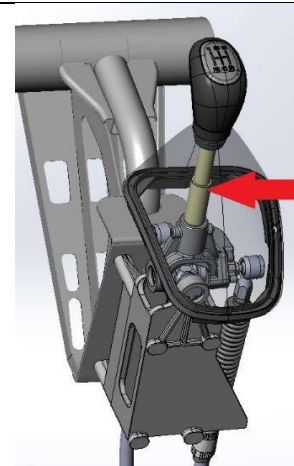

Рис. 16
1.4.6 Предварительно установить рычаг ПП в нейтральное положение (Рис. 16).